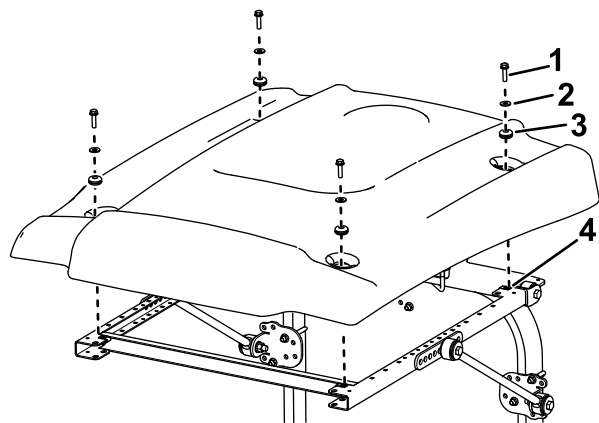

図 28
15. 図 28 に示すようにサンシェードをフレームに載せて、取り付け穴を整理させる。
16. サンシェードの各コーナー部をフレームに仮止めするフランジヘッドボルト $\frac{5}{16}$ x 1" 1本、小さいワッシャ1枚、ハトメ 1 個を使用する図 28。